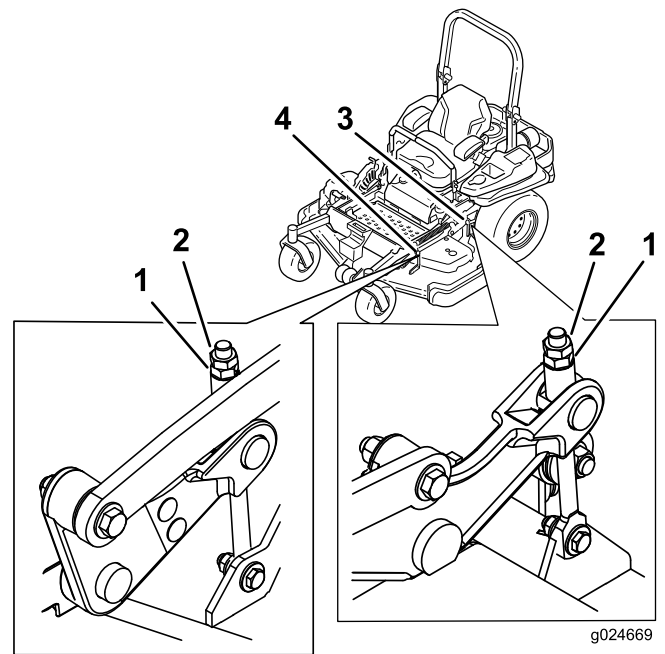

Figura 84
- 9. Si es necesario, gire la tuerca de ajuste del conjunto de elevación de la carcasa delantera para modificar la altura (Figura 84).
15. Gire el tornillo de ajuste hasta obtener una altura de 8,3 mm (Figura 84).